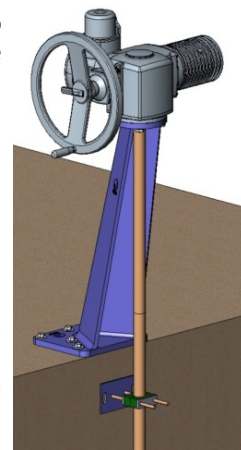

Рис. 11
- Наклонная колонна изготавливается по заказу (Рис. 11).